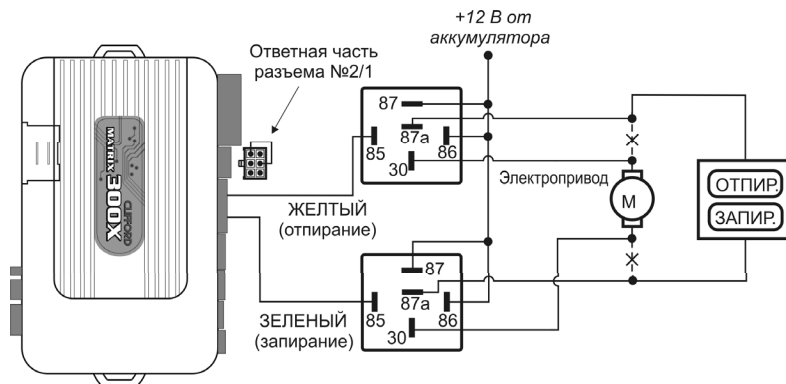

Рис. 2
- ◆ Подсоедините ЖЕЛТЫЙ и ЗЕЛЕНЫЙ провода системы (Разъем №3) к дополнительным реле согласно схеме (Рис.2):